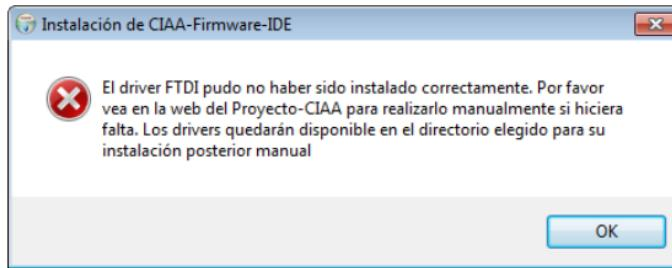

Figura 16: Instalador de drivers FTDI parte 5
- Una posible falla que pueden surgir en esta instalación, es que puede presentarse un error en la comunicación a través del puerto virtual FTDI, que impide la correcta comunicación entre la placa y el entorno IDE. Su corrección debe efectuarse manualmente fuera del instalador, y es posible la aparición de una ventana de error emergente como la que se muestra en la Figura 16.